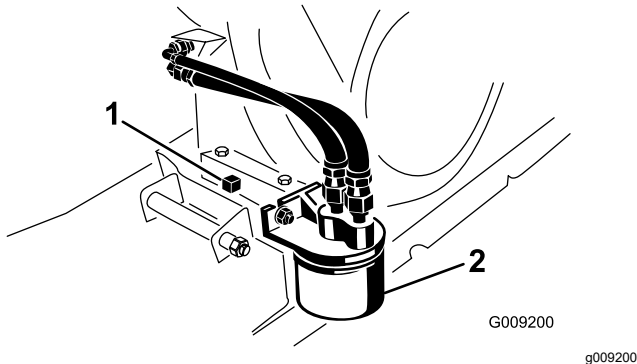

図 39
- ドレンプラグの下に、容量1.8リットル程度の大きさのオイル受け容器をおく (図 39)。
- ドレンプラグを抜きシールを外す (図 39)。
- 既存のオイルフィルタを外す (図 39)。
- ガスケットが取り付けプレートに当たるまで手で回して取り付け、そこから更に $\frac{1}{2}$ - $\frac{3}{4}$ 回転増し締めする (図 39)。